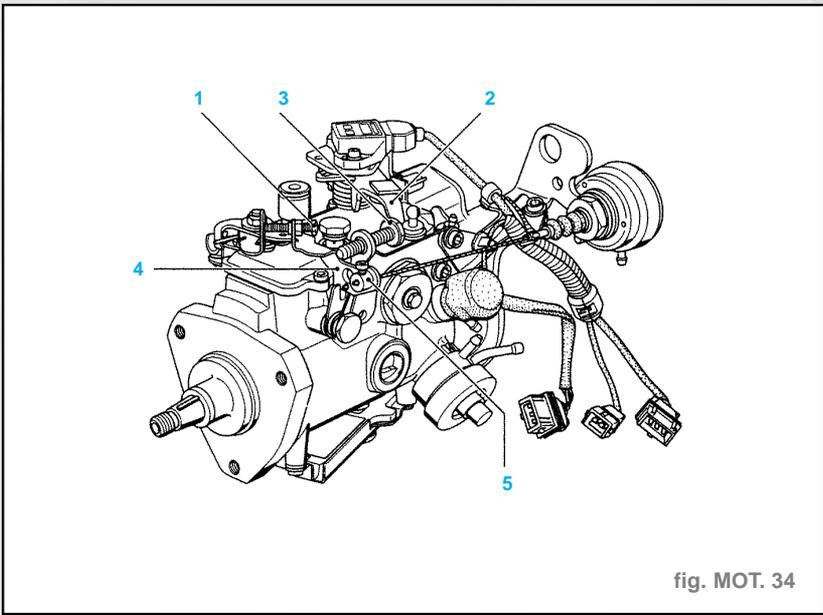

fig. MOT. 34
- Régler le régime de ralenti à **825 ± 25 tr/mn** à l'aide de la vis de réglage de ralenti (1) (fig. MOT. 34).
- Placer une cale de **4 mm** entre le levier de charge (2) et la vis de débit résiduel (3).
- Ajuster le régime à **1 250 ± 50 tr/mn** à l'aide de la vis de débit résiduel (3).
- Sans action de la dépression sur le poumon, positionner le serre-câble (5) à **2 ± 1 mm** du levier de ralenti accéléré (4) (fig. MOT. 34).
- Retirer (fig. MOT. 34)
- l'écrou (1),
- l'injecteur et son aiguille (2) en faisant attention de ne pas faire tomber l'aiguille,
- la glace intermédiaire (3),
- la tige de pression (4),
- le ressort de tarage (5),
- la rondelle de réglage (6),
- le corps du porte-injecteur (7).
- Procéder à l'inverse du démontage dans l'ordre du repérage (fig. MOT. 34).
- Serrer l'écrou (1) avec une clé dynamométrique au couple de **7 daN.m**.
**Remarque.** - Le réglage de la pression d'ouverture s'obtient par interposition d'une rondelle (6) plus ou moins épaisse (fig. MOT. 34). À titre indicatif, **0,1 mm** représente une valeur de **10 à 12 bars**.